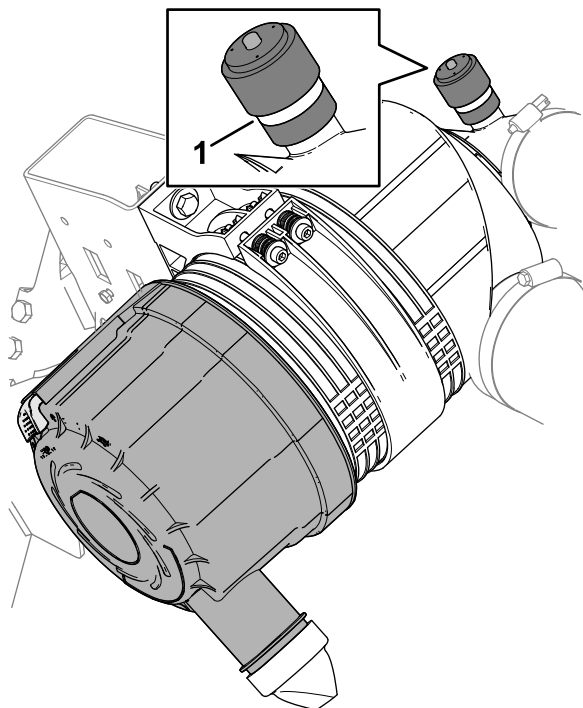

Figure 106
3. Vérifiez l'indicateur de colmatage au bout du boîtier de filtre à air (Figure 106).